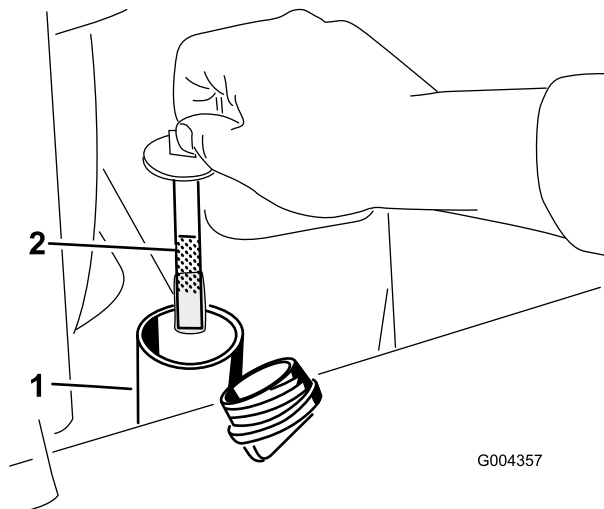

**Figure 18**
5. Nettoyez la surface autour du goulot de remplissage du réservoir hydraulique (Figure 18).